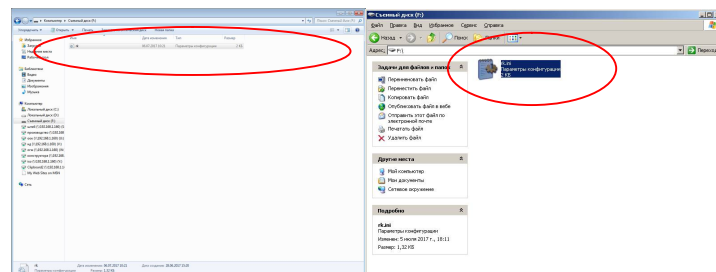

Рисунок 18
- Подключить карту памяти формата SD/SDHC, из комплекта поставки регистратора через карт-ридер к ПК, выбрать соответствующий диск, назначенный средствами ОС ПК. Убедиться, что на нем имеется файл rk.ini (в зависимости от операционной системы на вашем ПК, может отображаться как rk, рисунок 18)